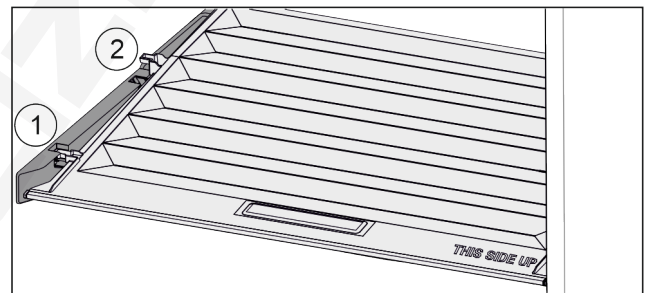

Fig. 58
- ▶ Húzza előre Fig. 58 (1) a fedelet a tartóelemek nyílásáig.
- ▶ Emelje meg hátul alulról, és felfelé vegye ki Fig. 58 (2).